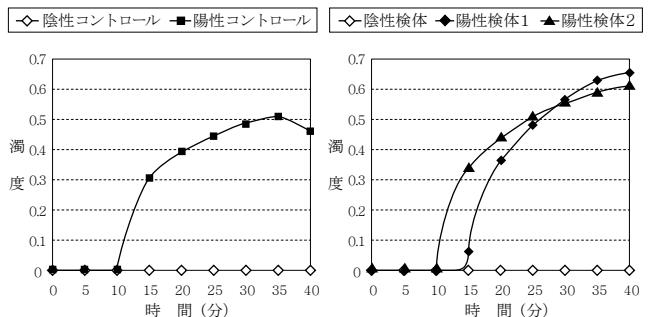

図 1. コントロールの増幅曲線パターン (使用装置: Loopamp リアルタイム濁度測定装置 LA-320C)
- (1) リアルタイム濁度測定装置のプログラムを本製品用にあわせて設定する。
- (2) 表示温度が 67.0°C に達していることを確認する。(リアルタイム濁度測定装置は 20 分間ウォームアップしてから使用すること。)
- (3) 反応チューブをセットし測定を開始する。
- (4) 装置の表示画面上で陽性コントロールと陰性コントロールの濁度の上昇の有無を確認する。陽性コントロール MTB(PC MTB)で濁度が上昇し、陰性コントロール溶液で濁度が上昇していないければ、増幅反応は正常に進行している。それ以外の場合には、増幅反応が適切に進行していない可能性があるため、試薬調製から再検査を実施する必要がある。(図 1)
- (5) 酵素失活処理(リアルタイム濁度測定装置では自動処理される。)が終了していることを確認した後、装置から反応チューブを取り出し、そのまま蓋を開けずに廃棄する。
陽性コントロール MTB(PC MTB)で濁度が上昇し、陰性コントロール溶液で濁度が上昇していないことを確認したうえで、下記に従い判定する。(図 1、2)